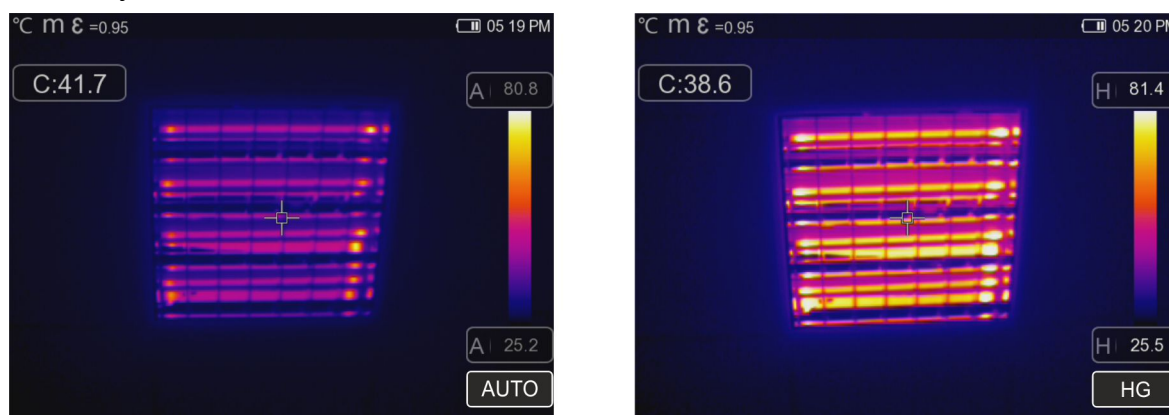

Fig. 45: Configuración modos Automático e Histograma
- Modo **Histograma (HG)** → los niveles mínimo y máximo de temperatura del objeto encuadrado en el visualizador son siempre definidos automáticamente por el instrumento, como en el modo Auto, pero en tal caso se resaltan particularmente las zonas de la imagen en las cuales los valores de las temperaturas son muy distintos de las zonas adyacentes. La relación entre la temperatura y el color de la paleta es no **lineal** en base a un algoritmo de histograma. Este modo enfatiza la visualización de la imagen en ambientes de trabajo muy oscuros
1. Pulse la tecla  o bien toque el icono “AUTO” presente en la parte inferior derecha del visualizador. Las pantallas de Fig. 45 muestran las selecciones de los modos “AUTO” y “HG”